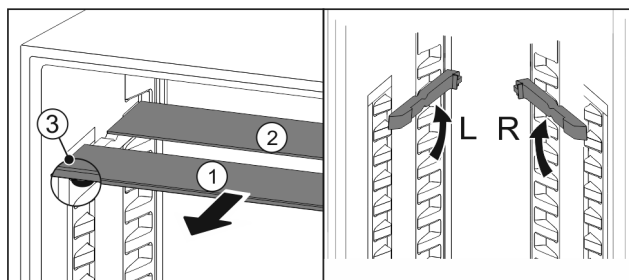

Fig. 99
- Skleněné desky jednotlivě vytáhněte dopředu Fig. 99 (1).
- ▷ Skleněná deska Fig. 99 (1) s ozdobnou lištou leží vpředu.
- ▷ Zářázky Fig. 99 (3) směřují dolů.